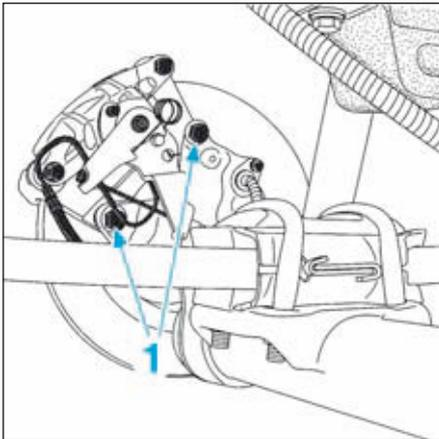

FIG.9
- Déposer les vis (1), puis déposer le support étrier (Fig.9).